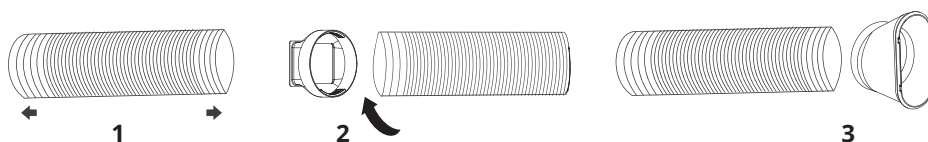

Рис. 4
1. Соберите воздуховодный шланг (1), надев впускное (2) и выпускное (3) крепление с каждой из сторон шланга. (Рис. 4)